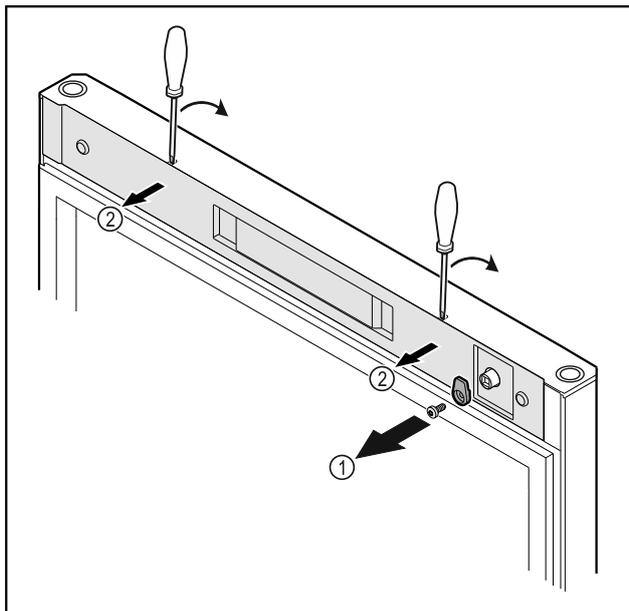

Fig. 53
- ▶ Desatornillar el gancho de cierre Fig. 53 (1).
- ▶ Desencajar la cubierta Fig. 53 (2) con un destornillador pequeño y retirarla.